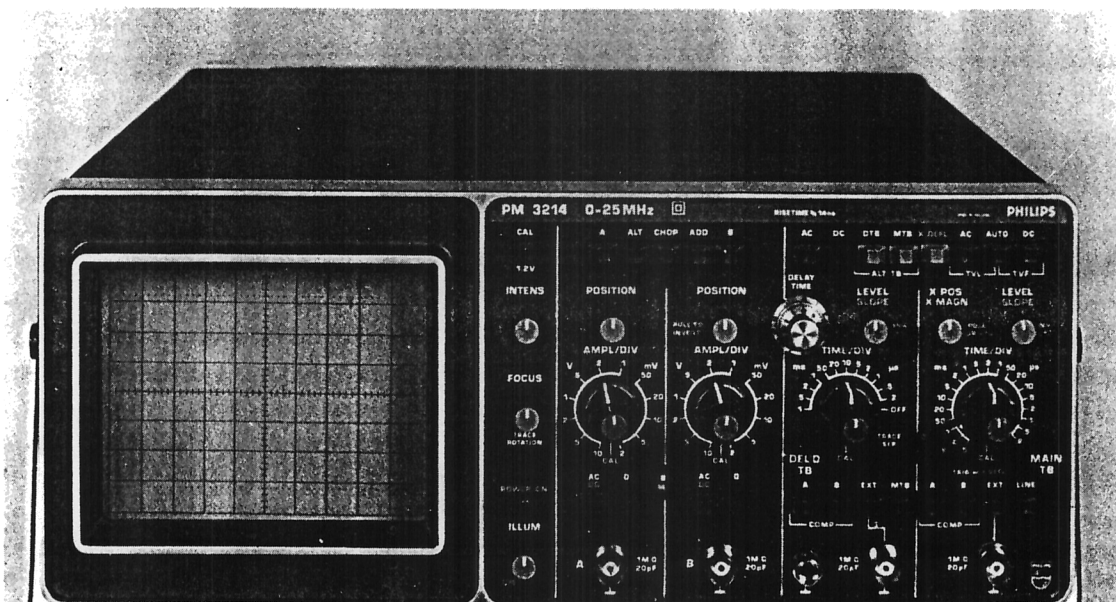

Abb. 2.2. Vorderansicht des Oszillografen mit Bedienorganen und Buchsen
2.2. BEDIENUNGSELEMENTE UND BUCHSEN (Siehe Abb. 2.2)